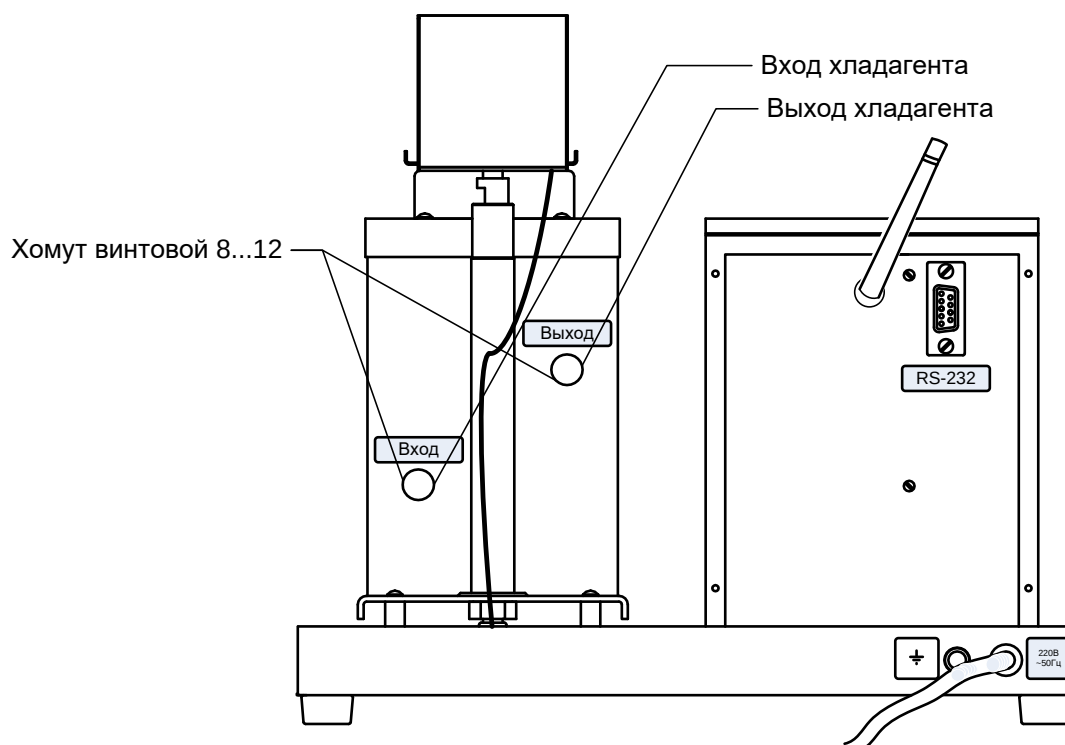

Рисунок 4 – Подключение хладагента
4.4.1.7 При подключении АТХ-20 к водопроводу, необходимо с помощью медицинских трубок ПВХ соединить водопроводный кран с входным штуцером блока охлаждения (обозначенным как «**Вход**»), а выходной штуцер блока охлаждения (обозначенный как «**Выход**») вывести в канализацию для слива (см. рисунок 4, 5).